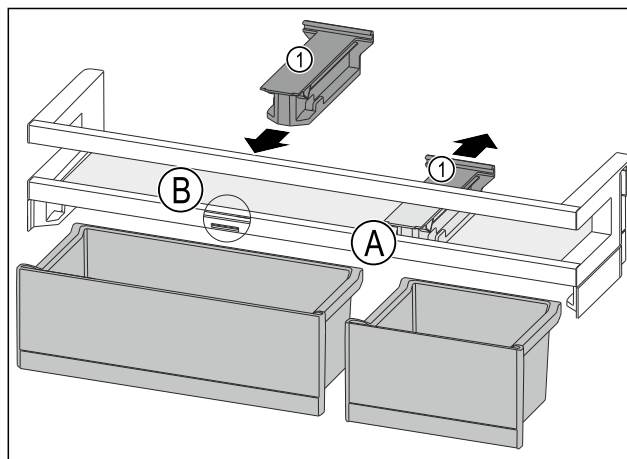

Fig. 190
- Držák Fig. 190 (1) v poloze Fig. 190 (A) stáhněte dozadu.
- Držák Fig. 190 (1) vložte v poloze Fig. 190 (B).